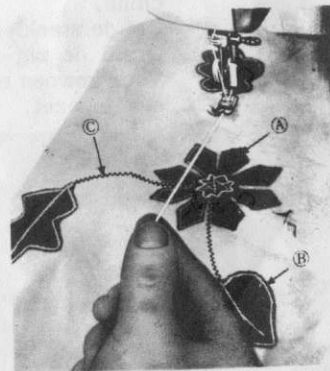

Fig. 33
2. Leg de te applikeren figuren op de stof en volg de randen met de gewenste zig-zagsteek. Zorg dat de linker-insteek in de dubbele stoflaag, en de rechter-insteek in de enkele stoflaag komt (Fig. 33 B).
Fig. A in afb. 33 laat het instikken van een koordje zien. Hiervoor dient U de cordon-voet A te gebruiken. Het te stikken koordje dient dan in het kleine gaatje in deze voet te worden geschoven, waarna dit dan gemakkelijk kan worden overgezigt-zagd.